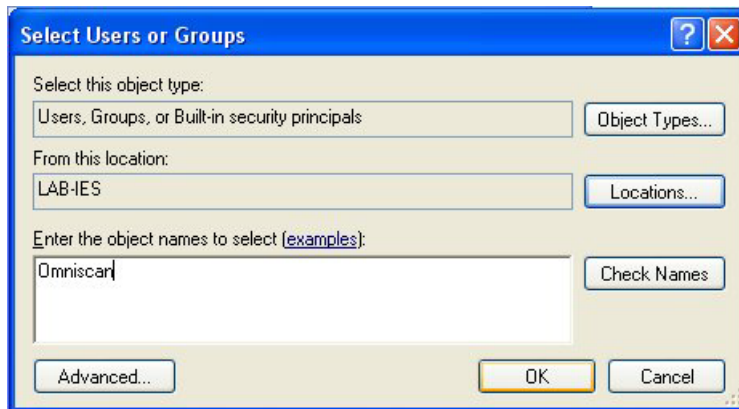

Рис. 7-16 Окно Выбор пользователей и групп (Windows XP)
8. В диалоговом окне **Select Users or Groups** (Выбор пользователей и групп) щелкните на кнопке **Locations** [Размещение] (см. Рис. 7-16 на стр. 217).
10. Вернувшись в окно **Select Users or Groups**, введите **OmniScan** (см. Рис. 7-16 на стр. 217) в текстовом поле **Enter the object names to select** и нажмите **ОК**.
13. В диалоговом окне **Select Users or Groups** (Выбор пользователей и групп) щелкните на кнопке **Locations** [Размещение] (см. Рис. 7-16 на стр. 217).
15. Вернувшись в окно **Select Users or Groups**, введите **Omniscan** (см. Рис. 7-16 на стр. 217) в текстовом поле **Enter the object names to select** и нажмите **OK**.